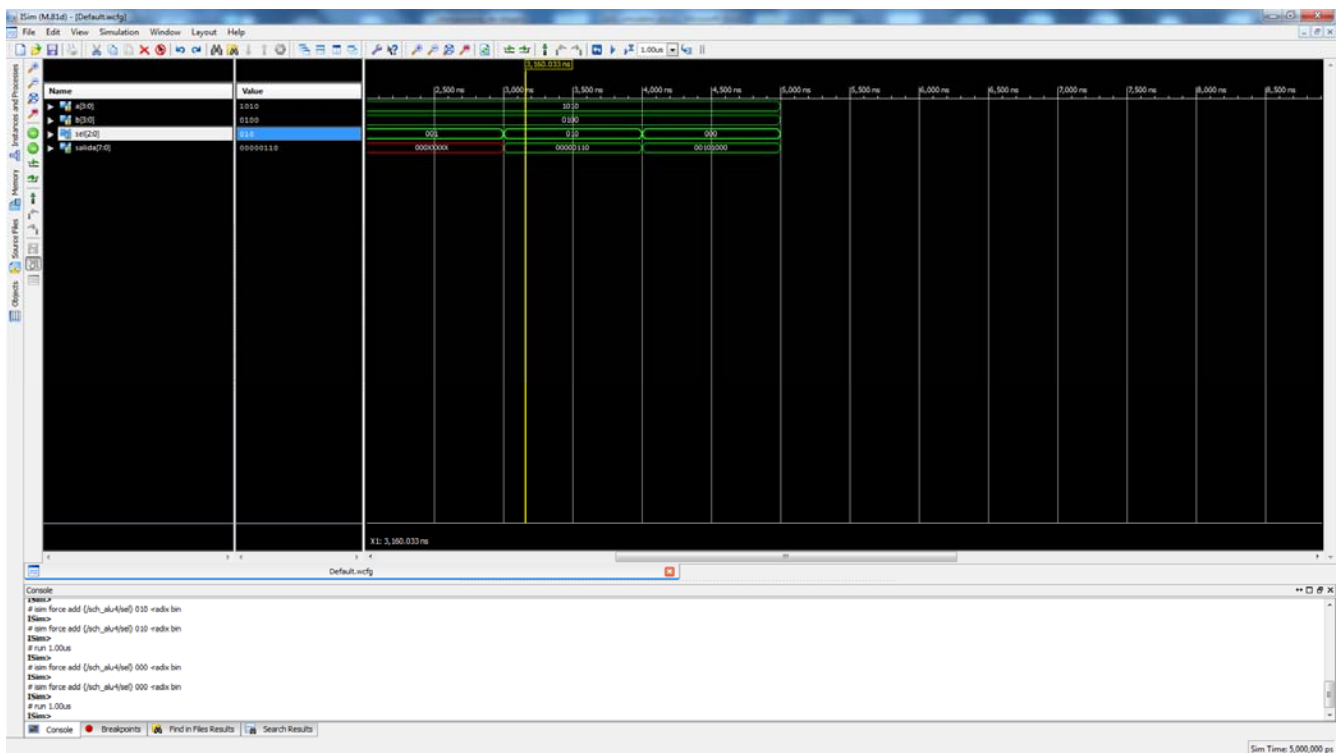

Figura 8.
- 9) Las formas de onda se actualizarán mostrando el valor capturado para cada variable de entrada y la salida mostrará su correspondiente resultado. Observa la figura 8. Recuerda que el resultado estará desfasado un ciclo en la simulación. Para seguir adicionando estímulos, repite desde el paso 4 sobre el mismo archivo. Para el caso particular de la ALU puedes dejar fijos los valores de A y de B (considerando siempre $A \geq B$) y sólo cambiar la selección de la operación desde 000 hasta 111. Cada vez que captures un nuevo dato de selección, presiona el botón *Run for the time specified on the toolbar* para avanzar en la simulación.